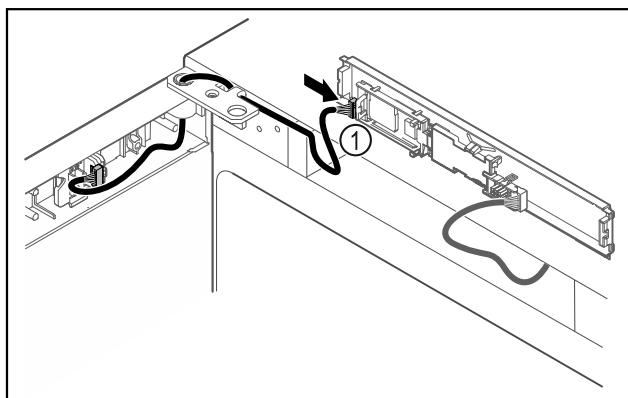

Fig. 41
- ▶ Nataknite utikač Fig. 41 (1) na tiskanu pločicu.